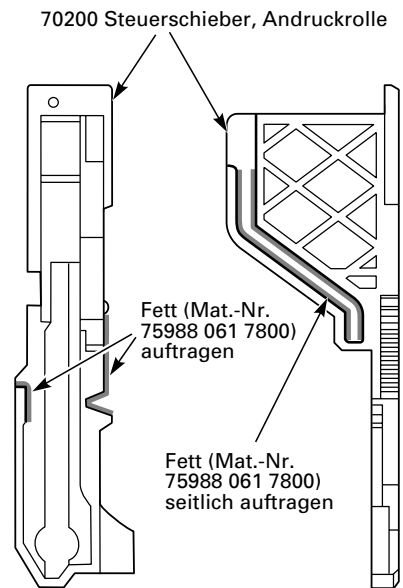
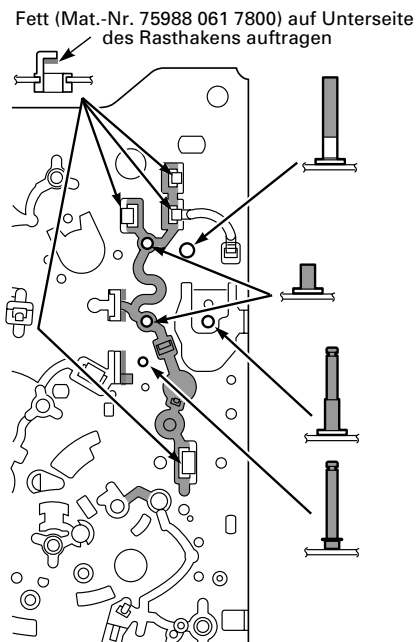

Fig. 8.32
Fig. 8.35
- Verwenden Sie zum Schmieren der Fädelschlittenmechanik ausschließlich das Schmiermittel mit der Materialnummer **75988 061 7800** und beachten Sie die Schmierhinweise in Fig. 8.32 - Fig. 8.35!